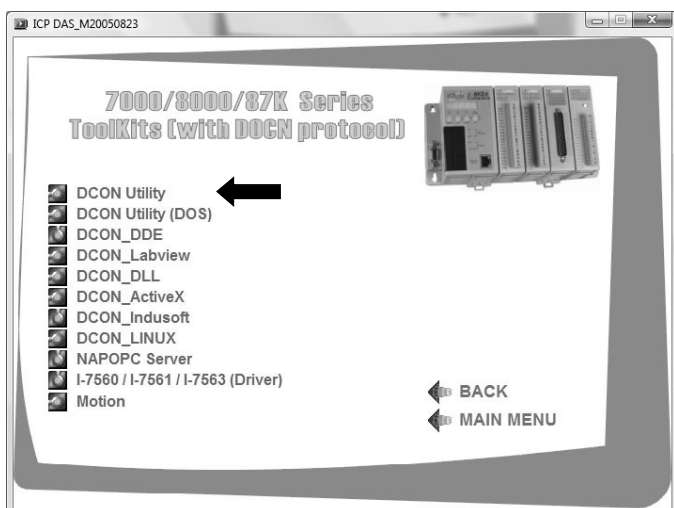

Рис. 27. Список утилит раздела «7000/8000/87K Series Toolkits (with DCON protocol)»
На рис. 27 показано меню, с помощью которого можно установить драйверы интерфейсных преобразователей (I-7560, I-7561, I-7563), утилиты взаимодействия с модулями из различных операционных систем (Windows, DOS, LINUX), с использованием различных механизмов доступа (DDE, DLL, ActiveX), а также управления на уровне виртуального прибора LabView.
1) Выбрать ссылку «I-7560/I-7561/I-7563(Driver)» (рис. 27).